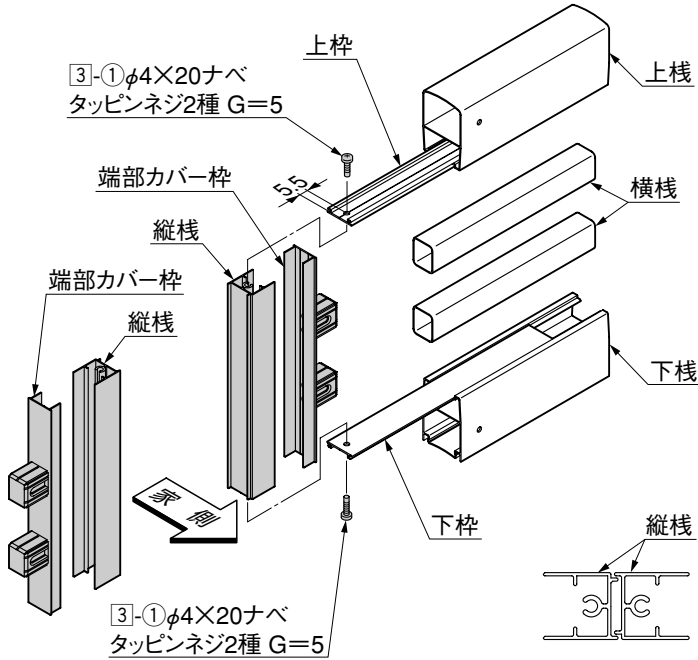

図3-4 縦棧の取付け
- 縦棧は、図3-4のようになるように取付けてください。
- ④ スライドさせた上・下棧を元の位置に戻してください。